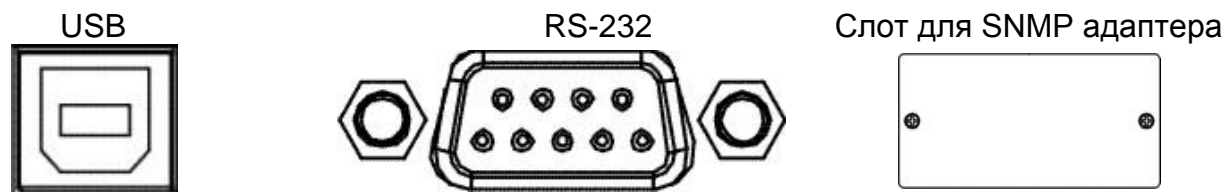

Рисунок 6. Порты связи.
- для ИБП исполнения ТА, батареи поставляются от завода-изготовителя с разъемными батарейными кабелями. Для их подключения смотрите рисунок 6.